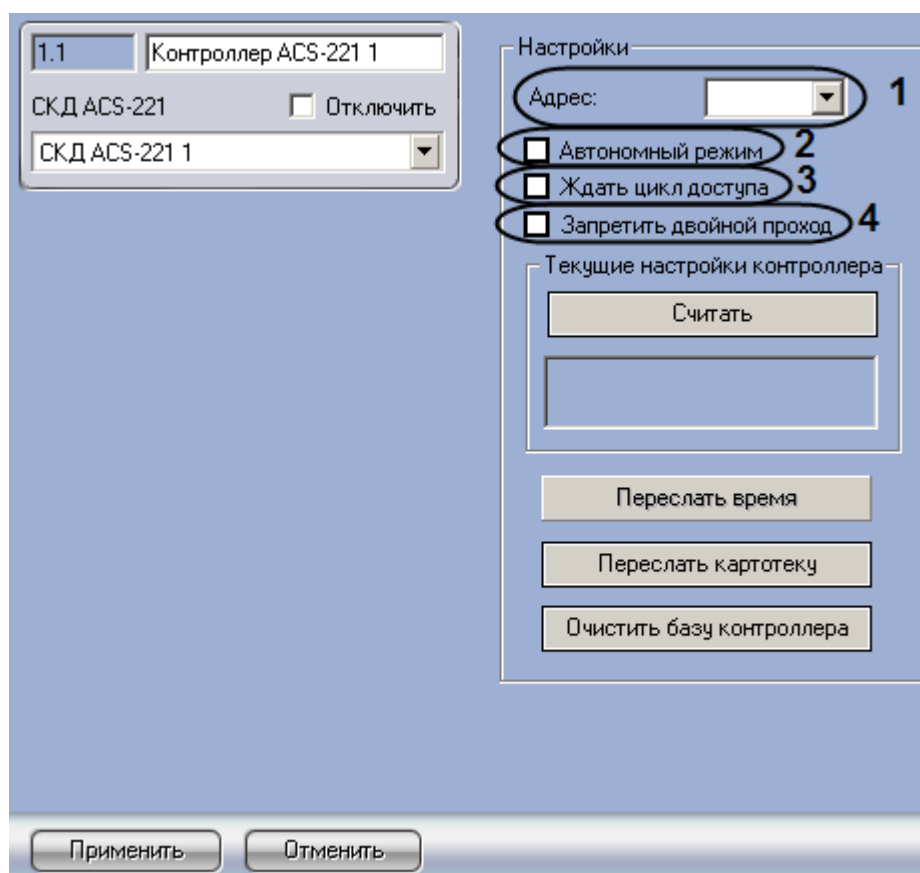

Рис. 3.4—2 Настройка контроллера ACS-221
2. Выбрать аппаратный адрес контроллера из раскрывающегося списка **Адрес** (Рис. 3.4—2, 1).
3. Если требуется, чтобы контроллер самостоятельно принимал решения о разрешении или запрещении доступа пользователей, необходимо установить флажок **Автономный режим** (Рис. 3.4—2, 2).